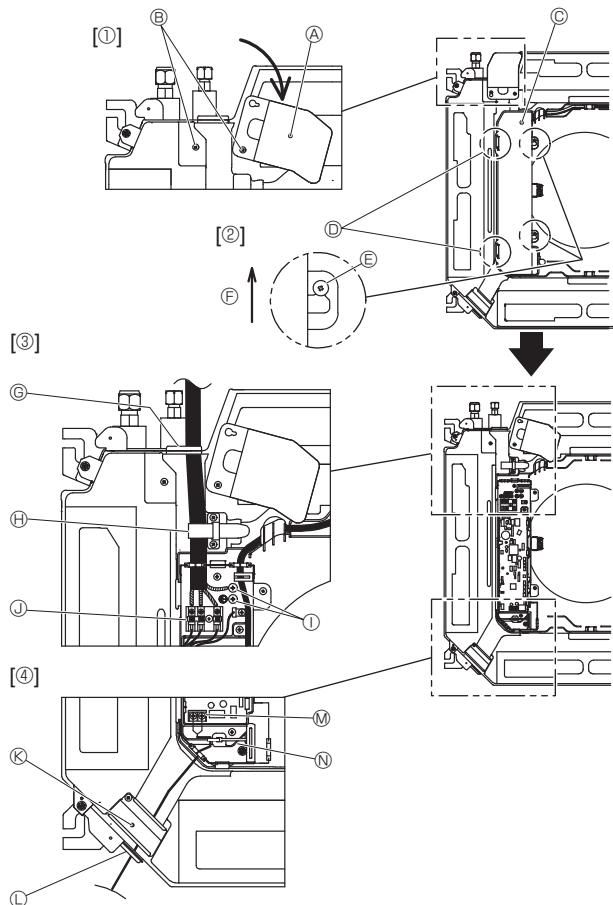

Fig. 6-1
### 6.1. Jednostka wewnętrzna (Fig. 6-1)
- Odkręć dwie śruby mocujące panel serwisowy okablowania elektrycznego, aby go otworzyć. [Fig. 6-1 ①]
- Odkręć dwie śruby mocujące pokrywę skrzynki elektrycznej, a następnie przesuń pokrywę. [Fig. 6-1 ②]
- Przeprowadź kabel zasilania, kabel połączeniowy jednostki wewnętrznej/zewnętrznej i przewód uziemienia przez odpowiednie przepusty kablowe pokazane na rysunku. [Fig. 6-1 ③]
- Przeprowadź i podłącz kabel pilota zdalnego sterowania przez przepusty kablowe przedstawione na schemacie. [Fig. 6-1 ④, Fig. 6-3]